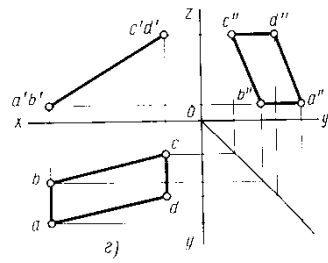

Рисунок 9
- 2) $P \perp \Pi_2$ – фронтально-проецирующая плоскость (Рисунок 9)